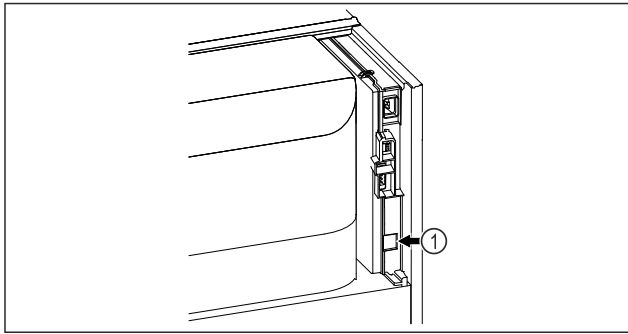

Fig. 127
- ☐ SmartModule Fig. 127 (1) on asennettu.